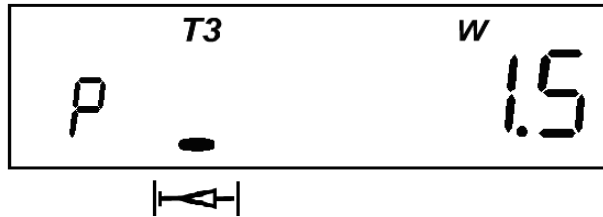

Рисунок 4.11
- прогнозируемая отпущенная активная мощность в текущем интервале усреднения (отображается мнемоникой "W" и маркером "←"). Только для двунаправленных счетчиков (пример - см. рис. 4.11);